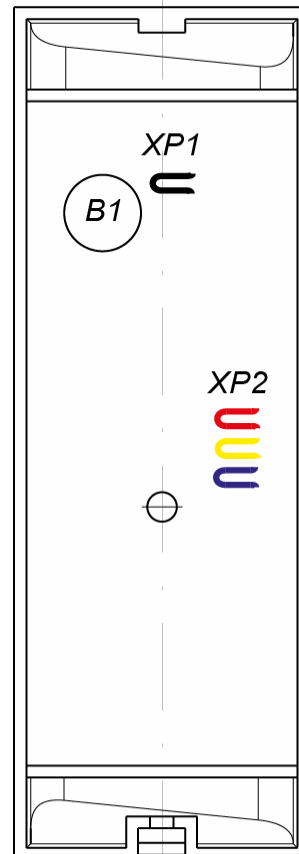

Рисунок 2. Расположение перемычек «номер считывателя» (XP2), перемычки «отключение концевого резистора» (XP1) и пьезоэлемента (B1)
Защита электроники от негативных воздействий окружающей среды обеспечивается за счет заливки его платы компаундом. Кабель для подключения считывателя выведен с его тыльной стороны. Кроме того, на тыльной стороне считывателя расположены четыре перемычки проводом (см. рис. 2):
- При помощи трех перемычек **XP2** (см. рис. 2) установите номер считывателя, для чего в соответствии с табл. 2 необходимые перемычки перекусите кусачками. Разрезанные перемычки не должны контактировать с другими перемычками и с металлическим основанием.
- С целью предотвращения искажений сигнала на концах линии связи **RS-485** должны быть установлены концевые резисторы. В считывателе **PERCo-MR07.1** такой резистор предусмотрен конструктивно. Если устанавливаемый считыватель не является конечным устройством на линии связи, то на нем необходимо отключить концевой резистор, для чего перекусите перемычку **XP1** (см. рис. 2). Проверьте наличие концевых резисторов на реальных концах линии связи интерфейса **RS-485**.